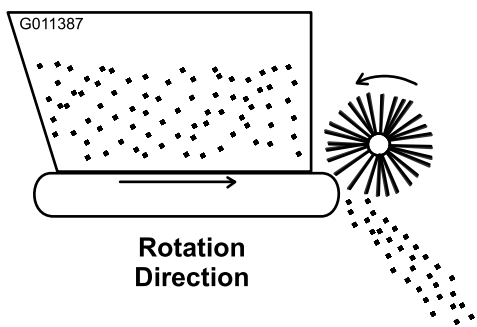

图18
4. 启动工作车发动机并测试输送带和刷子的旋转。将工作车的遥控液压杆锁定在运行位置。旋转应如图18所示。如果是向后旋转快速接头需要反转。